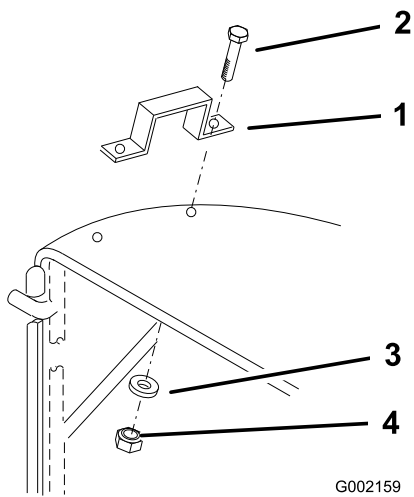

図 6
5. 各ハンドルと布地の上からボルト $\frac{1}{4}$  x 1"を通し、ワッシャ $\frac{1}{4}$ "4 枚とロックナット $\frac{1}{4}$ "で 図 6 のように固定する。